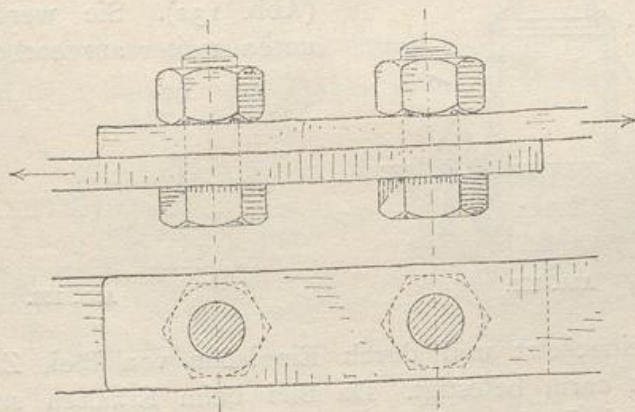

Abb. 130.
Für festere Verbindungen kommen Holzschrauben in Betracht. Sie werden aus Eisendrat gefertigt und mit scharf geschnittenen Schraubengewinden versehen, ferner Schraubenbolzen, vergl. Abb. 130.
**3. Schraubenbolzen** (Abb. 130) sind den vorigen ähnlich; nur ist hier das eine Ende mit einem festen vier-, sechskantigen oder